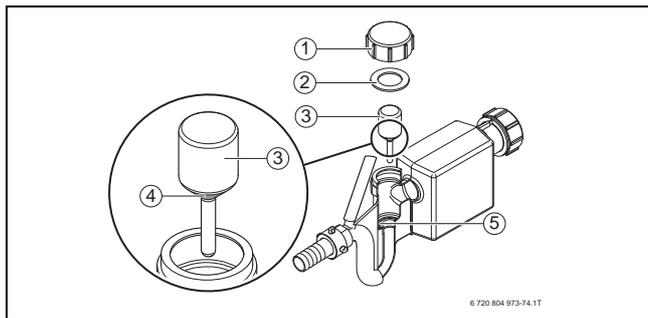
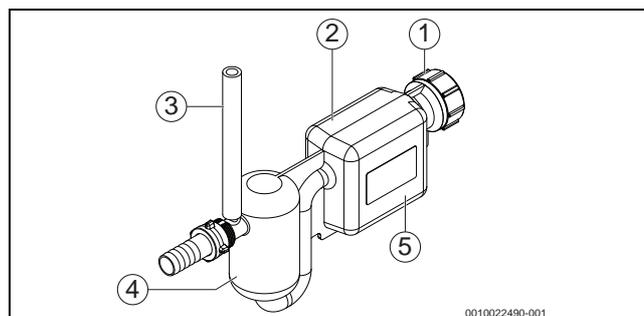
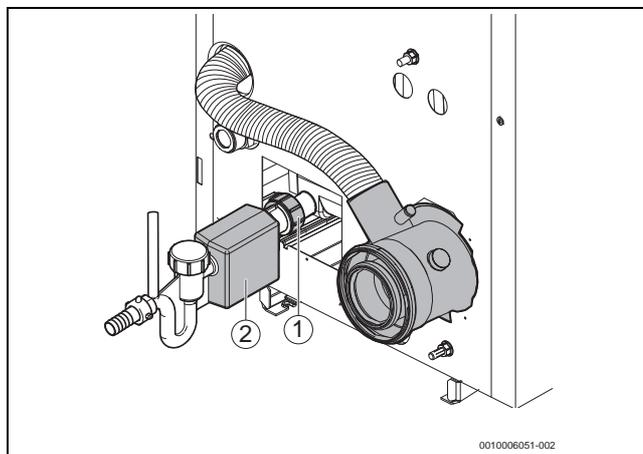

Рис. 85 Чистка сифона, версия 1
Рис. 86 Сифон, версия 2
Рис. 87 Чистка конденсатной ванны с сифоном версии 1
В зависимости от состояния серийного производства могут поставляться/монтироваться различные версии сифона (→рис. 85 и 86).
- ▶ Разъедините резьбовое соединение на присоединительном патрубке конденсатной ванны [1] и снимите сифон [2] (→рис. 87).
- ▶ Привинтите сифон (→ рис. 85) к присоединительному патрубку конденсатной ванны (→ рис. 87).
- ▶ Заполните водой сифон (→ рис. 86; компенсационный бачок [4] и грязеуловитель [5]).
- ▶ Привинтите сифон (→ рис. 86) к присоединительному патрубку конденсатной ванны (→ рис. 87).
- ▶ Заполните водой сифон через шланг для удаления воздуха (→ рис. 86, [3]) и убедитесь, что сифон заполнен полностью.
В зависимости от состояния серийного производства могут поставляться/монтироваться различные версии сифона (→ рис. 85 и 86).